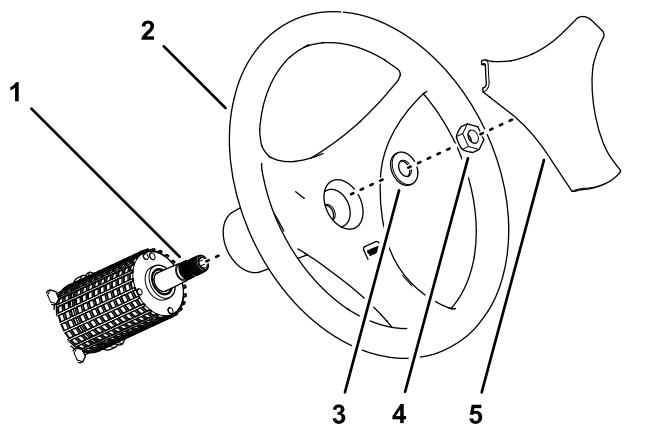

Figure 45
1. Déposez le couvre-moyeu du volant (Figure 45).
2. Retirez l'écrou ($\frac{5}{8}$ po) et la rondelle ($\frac{5}{8}$ po) qui fixent le volant à l'arbre du distributeur de direction (Figure 45).
3. Déposez le volant de l'arbre du distributeur de direction (Figure 45).